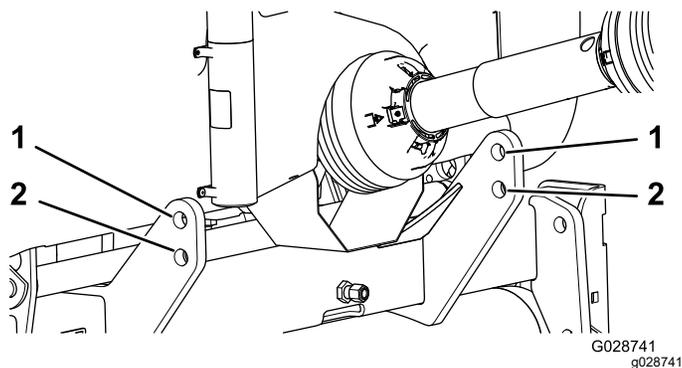

Рисунок 5
**Примечание:** Для обеспечения максимального расстояния от земли вставьте пальцы сцепки в нижние монтажные отверстия пластины сцепки машины (Рисунок 5). Чтобы определить, когда следует использовать верхние монтажные отверстия, см. процедуру настройки 4 Подсоединение карданного вала ВОМ (страница 12).